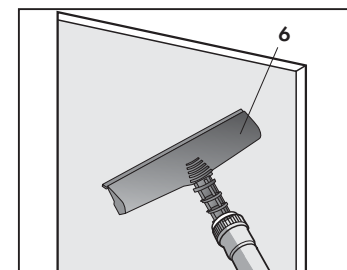

Fig. 20
- Eignet sich besonders zur Reinigung von Fenstern, Spiegeln und sonstigen Flächen allgemein (Abb. 20)